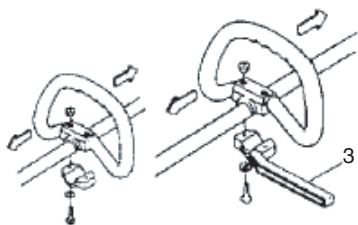

Fig. 2
Cuando utilice cuchillas rígidas/de acero en desbrozadoras o segadoras de eje recto, utilice siempre una barra de barrera (3) y un arnés de hombro con el asa del arco. (Fig. 2)